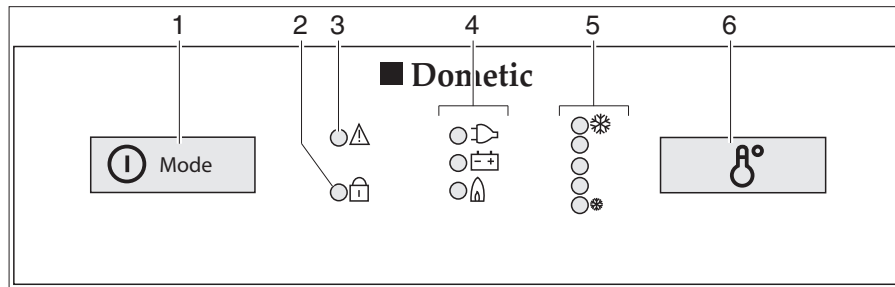

Fig. 246 Elementos de mando para el frigorífico (Dometic de la serie 8 con SMSE)
- Pulsar el conectador/selector de energía (Fig. 246,1) 2 segundos para conectar el aparato. Se ilumina el LED del último modo de funcionamiento seleccionado.
- Si fuera necesario, pulsar el conectador/selector de energía (Fig. 246,1) varias veces brevemente hasta que se ilumine el piloto gas "🔥". El suministro de gas está abierto. El encendido se realiza automáticamente. Se oye un sonido de tic-tac hasta que el proceso de encendido se haya llevado a cabo con éxito.
- Ajustar la temperatura de refrigeración con el conmutador para el ajuste de la temperatura (Fig. 246,6).
- Pulsar el conector/selector de energía (Fig. 246,1) 2 segundos para conectar el aparato. Se ilumina el LED del último modo de funcionamiento seleccionado.
- Si fuera necesario, pulsar el conector/selector de energía (Fig. 246,1) varias veces brevemente hasta que se ilumine el piloto 230 V "⚡".
- Si fuera necesario, pulsar el conector/selector de energía (Fig. 246,1) varias veces brevemente hasta que se ilumine el piloto 12 V "⊕-".